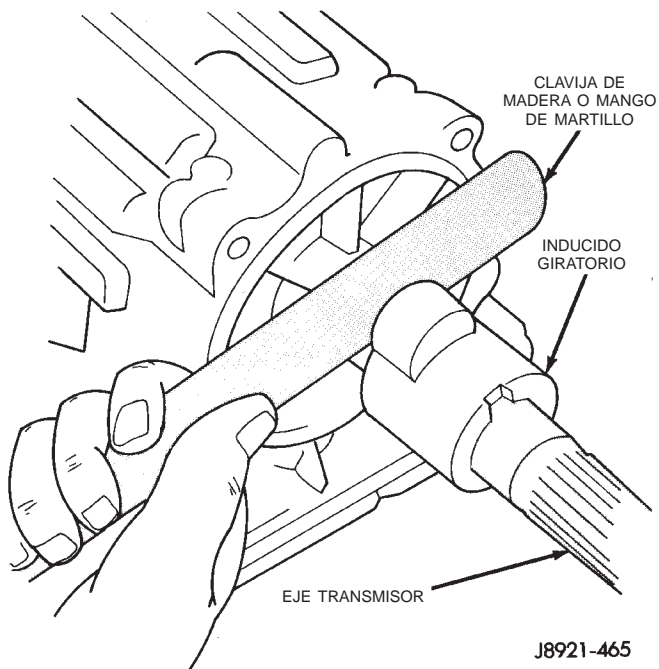

Fig. 42 Extracción del inducido giratorio del sensor de velocidad
(10) Retire el engranaje propulsor del velocímetro y el separador, si el vehículo lo tiene instalado.
(11) Retire el inducido giratorio del eje transmisor. Tal vez sea necesario utilizar una clavija de madera o el mango de un martillo (Fig. 42) para hacer palanca suavemente en el inducido giratorio y extraerlo del eje transmisor. Asegúrese de extraer la claveta de guía del inducido giratorio del eje transmisor o del inducido giratorio.